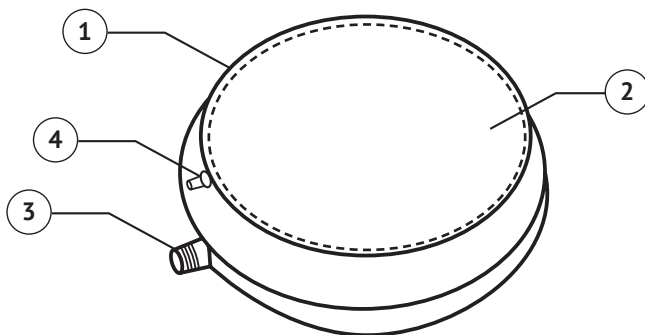

Рисунок 1 – Устройство расширительного бака
Регулировка давления воздуха осуществляется при помощи ниппеля, установленного на корпусе (см. рисунок 1, поз. 4), путем подкачки или выпуска воздуха при отсутствии теплоносителя в расширительном баке. Для подкачки воздуха используйте компрессор.
- 2 Не реже одного раза в год необходимо проверять давление воздуха в воздушной камере расширительного бака при помощи манометра, подключив его к ниппелю (см. рисунок 1, поз. 4).